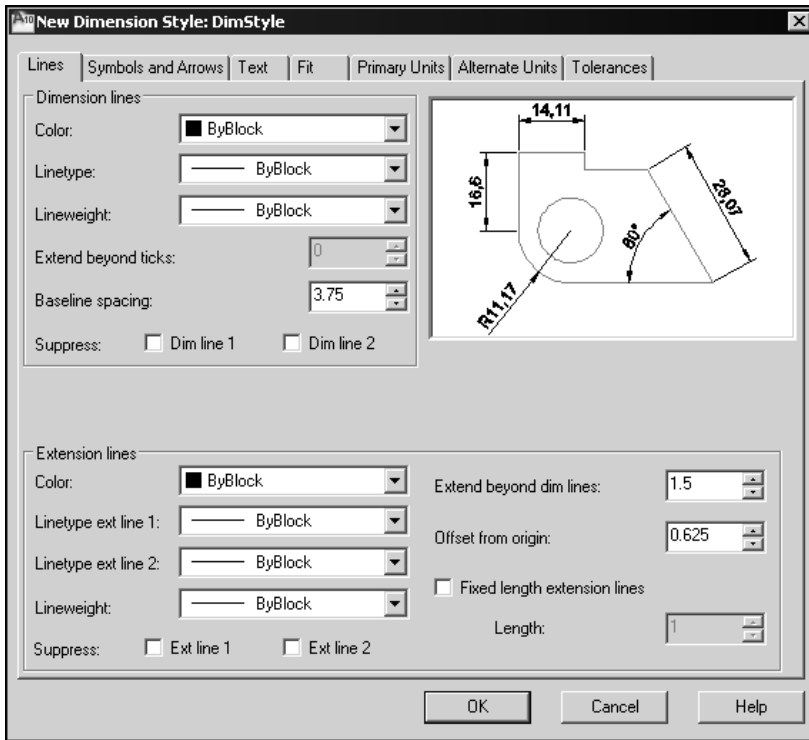

Рис. 13.3. Диалоговое окно **New Dimension Style**
5. Щелкните мышью на кнопке **Continue** (Далее) для продолжения создания нового размерного стиля. Появится диалоговое окно **New Dimension Style** (Создание нового размерного стиля) на первой вкладке **Lines** (Линии). Диалоговое окно имеет семь вкладок (рис. 13.3), на которых задаются свойства размерного стиля: